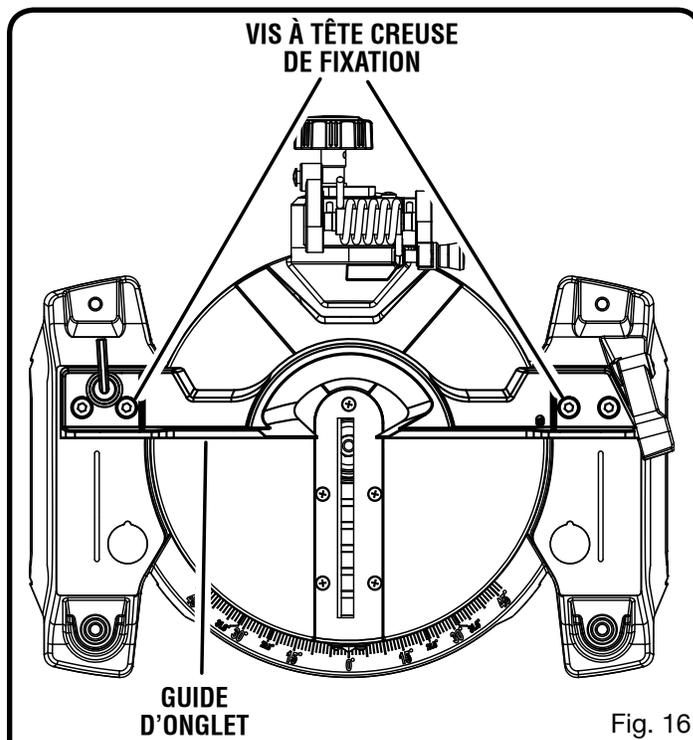

Fig. 16
- Le bord de l'équerre et la lame doivent être parallèles, comme le montre la figure 16.